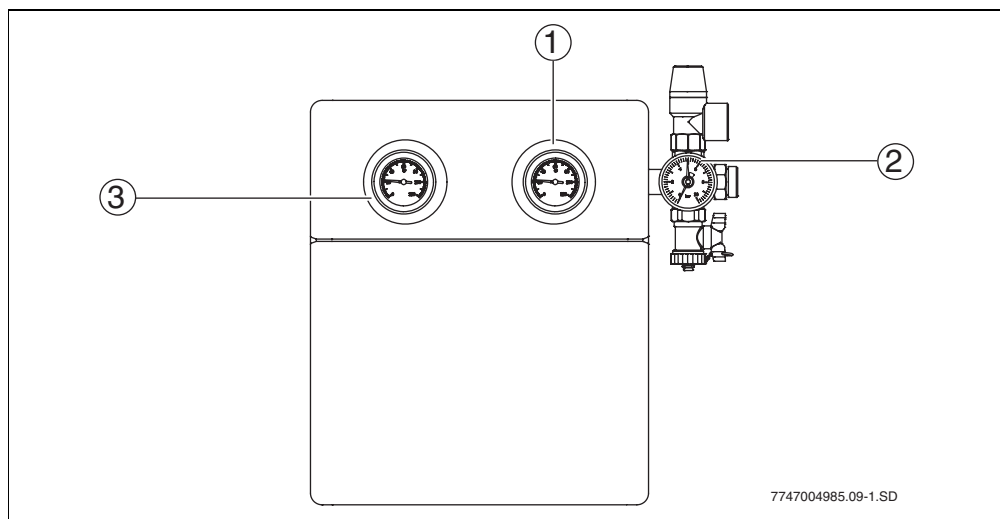

Fig. 7 Stație solară
- Termometru (→ fig. 7, pos. 1 și 3): Termometrele integrate indică temperaturile de retur solar (albastru) și alimentare (roșu).
- Manometru (→ fig. 7, pos. 2): Manometrul indică presiunea de regim.